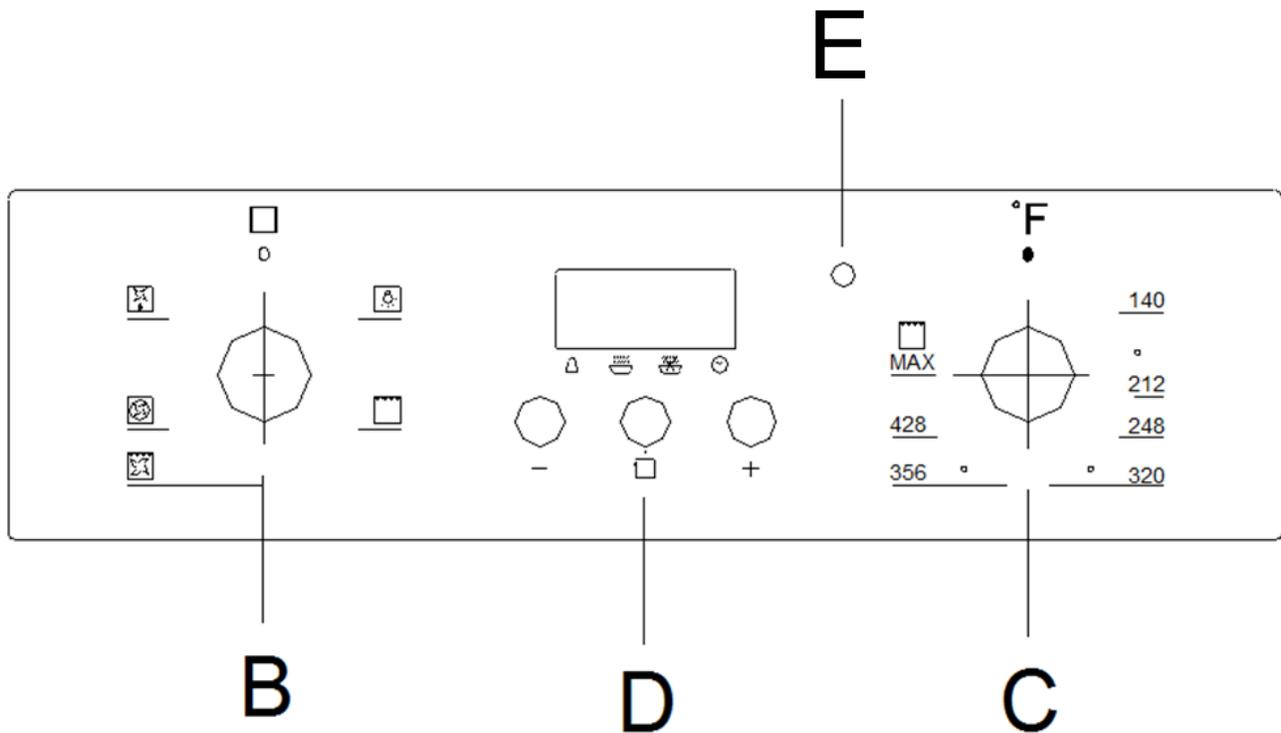

Figure 6
1. Veuillez appuyer de manière répétée sur le bouton 'fonction' (voir la figure 6) jusqu'à ce que le symbole carré au-dessus de «  » clignote, puis appuyez sur le bouton « + » ou « - » pour configurer le temps de cuisson du four.
3. Veuillez régler le bouton B et C (voir la figure 6) pour choisir les modes de cuisson et le mode de température.
2. Veuillez appuyer de manière répétée sur le bouton 'fonction' (voir la figure 6) jusqu'à ce que le symbole carré au-dessus de «  » clignote, puis appuyez sur le bouton « + » ou « - » pour configurer la durée de la cuisson.
4. Veuillez régler le bouton B et C (voir la figure 6) pour choisir les modes de cuisson et le mode de température.
2. Veuillez appuyer de manière répétée sur le bouton 'fonction' (voir la figure 6) jusqu'à ce que le symbole carré au-dessus de «  » clignote, puis appuyez sur le bouton « + » ou « - » pour configurer l'heure de fin de la cuisson du four.
- **Veillez positionner le bouton C à Max.** (Voir la figure 6)
- **Veillez positionner le bouton C entre 140° F and 390° F (60°C and 200°C)** (Voir la figure 6)
- **Veillez positionner le bouton C entre 140° F and 480° F (60°C and 250°C)** (Voir la figure 6)
- **Veillez positionner le bouton C à toute température.** (Voir la figure 6)
1. **Veillez positionner le bouton B pour choisir**   . (Voir la figure 6)